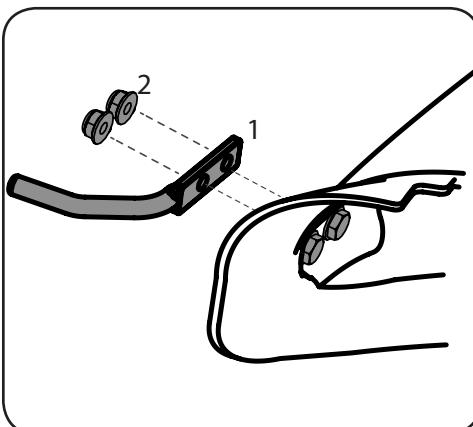

Figure 1-2
- Put the mounting rod in place over the shoulder screws. Make sure the tip of the rod is facing out from the boot. See Figure 1-2.
- Begin threading the flange lock nuts onto the shoulder screws. See Figure 1-2.
- Placez la tige de montage sur les vis à épaulement. Assurez-vous que la tige pointe dans la direction opposée du support de la goulotte. Voir Figure 1-2 (1).
- Installez les écrous autobloquants à bride sur les vis à épaulement. Voir Figure 1-2 (2).